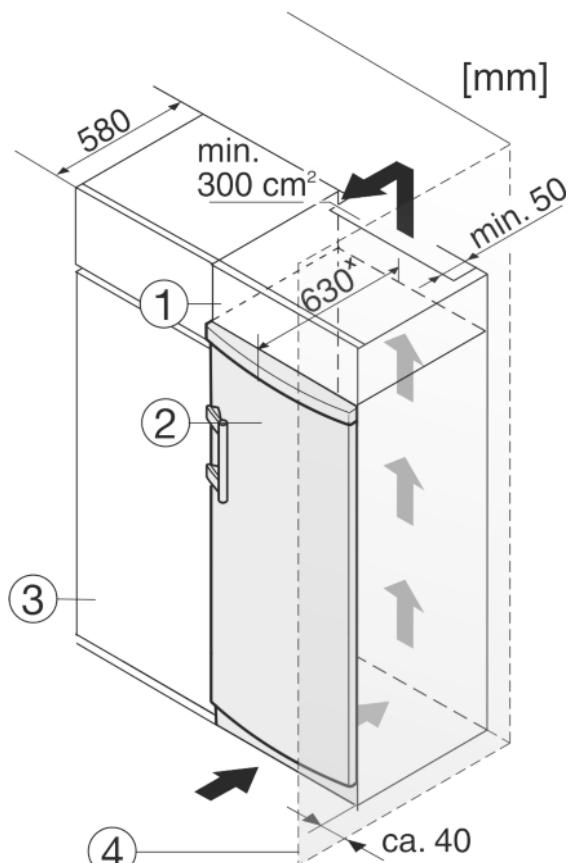

Fig. 9
Устройство может быть окружено предметами кухонной обстановки. Чтобы уравнять устройство Fig. 9 (2) по высоте с кухонной стенкой, можно установить над устройством соответствующий дополнительный шкафчик Fig. 9 (1).
При комбинировании с кухонными шкафами (глубина макс. 580 мм) устройство можно установить непосредственно рядом с кухонным шкафом Fig. 9 (3). Устройство выступает сбоку на 34 ммx и по центру на 50 ммx относительно передней стенки кухонного шкафа.